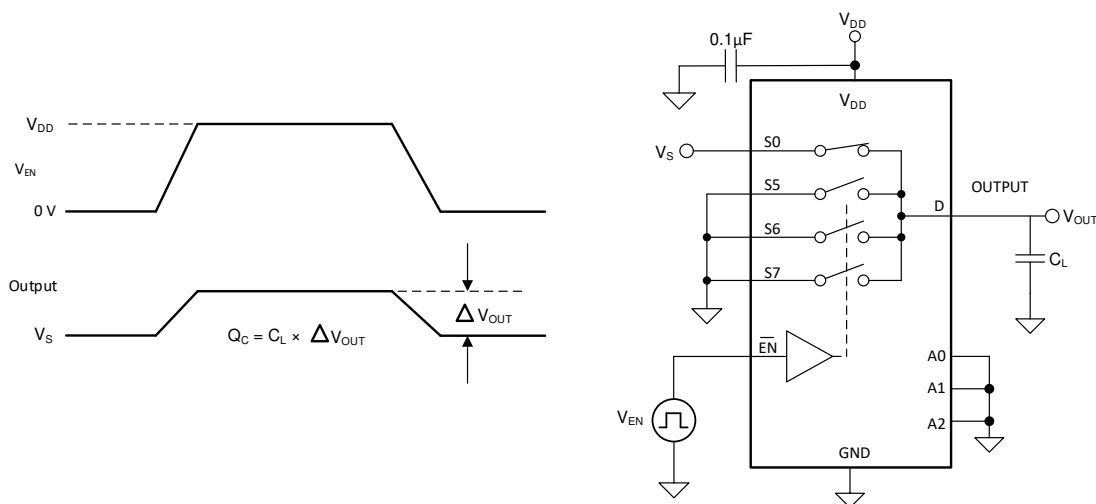

図 7-7. 電荷注入測定時の設定
TMUX1308A デバイスと TMUX1309A デバイスは、伝送ゲートトポロジを採用しています。NMOS トランジスタと PMOS トランジスタの間で容量の不一致がある場合、ゲート信号の立ち下がりエッジまたは立ち上がりエッジにおいて、ドレインまたはソースに電荷が注入されます。デバイスのソースまたはドレインに注入される電荷の量を電荷注入と呼び、 Q_C という記号で表します。図 7-7 に、ソース (Sx) からドレイン (D) に向けた電荷注入の測定に使用する構成を示します。